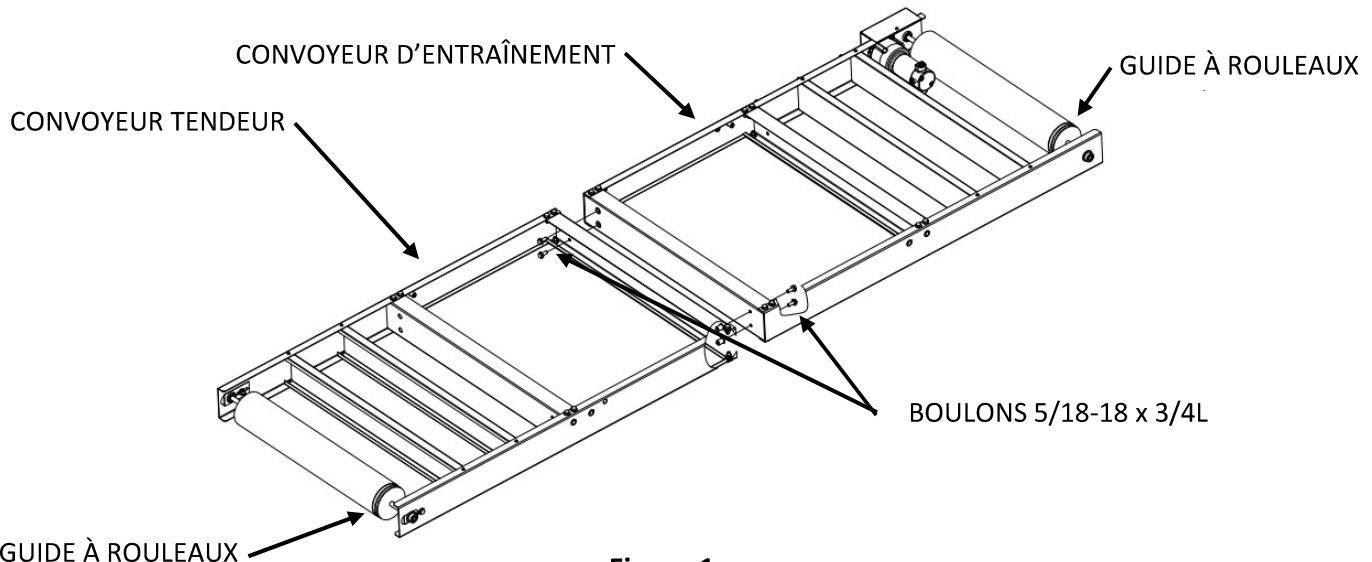

Figure 1
1. Placez l'**ENSEMBLE DU CONVOYEUR D'ENTRAÎNEMENT** sur le sol couvert (voir **Figure 1**).